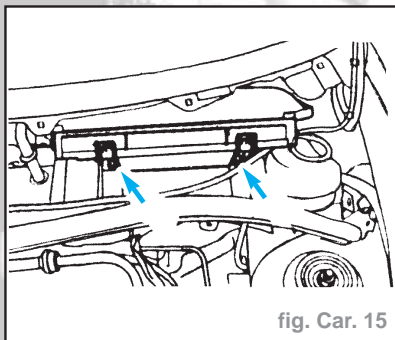

fig. Car. 15
- Déposer le filtre anti-poussières (deux vis) et le mettre de côté (fig. Car. 15).